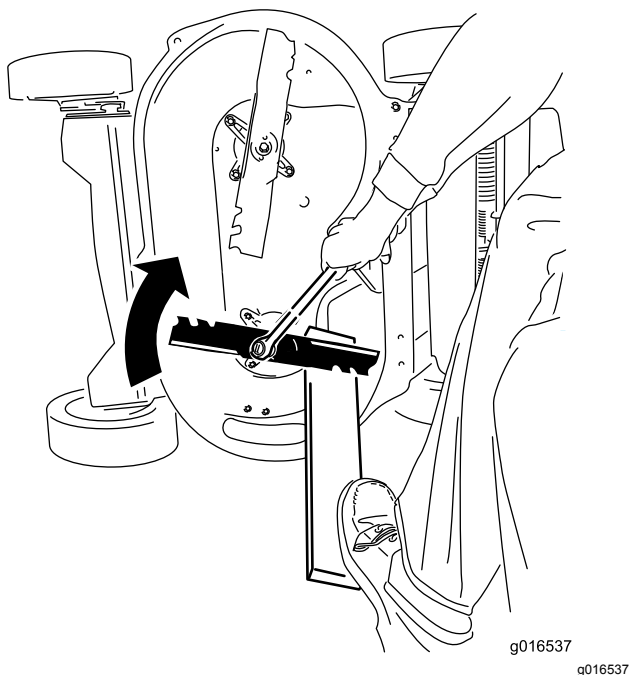

Рисунок 42
2. Удерживайте каждый нож неподвижно с помощью доски и заверните болт крепления ножа по часовой стрелке с помощью динамометрического ключа, как показано на Рисунок 42; затяните каждый болт крепления ножа с моментом 82 Н·м.